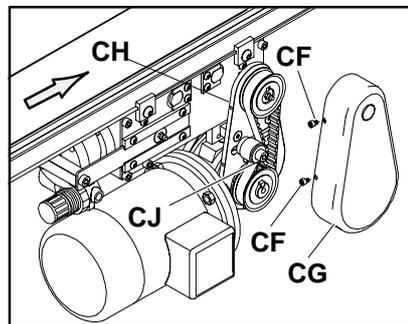

Figure 25
Débranchez le courant. Ensuite, retirez les vis (CF de la figure 25) qui fixent le carter de la courroie (CG) à sa plaque arrière (CH). Retirez le carter de la courroie (CG). Avant de continuer, vérifiez l'usure de la courroie crantée. Remplacez-la si elle est usée.
Serrez la vis à tête hexagonale M8 x 40 mm (CJ de la figure 25) avec un couple de 24 Nm.